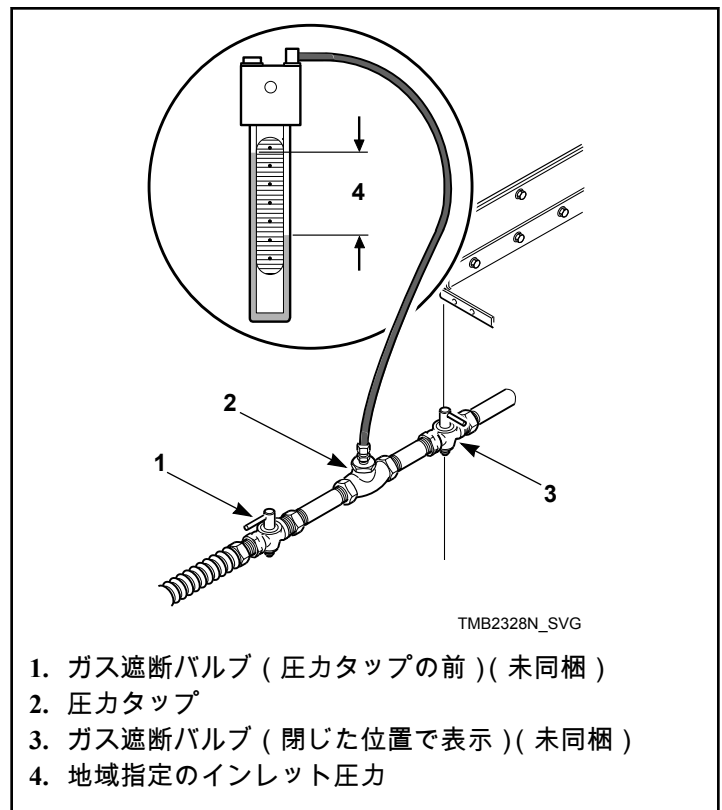

図 14
1. 乾燥機の電源を切ってください。乾燥機につながっているガス遮断バルブを閉めてください。図 14 を参照。